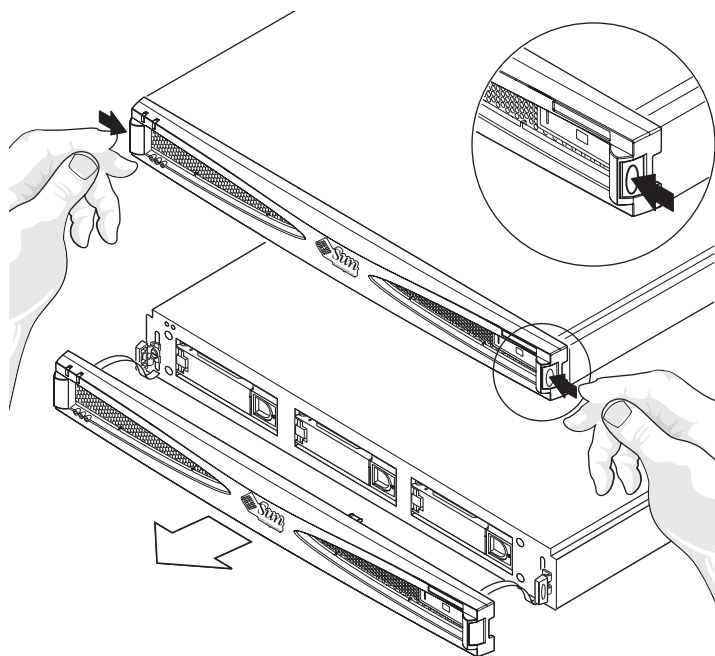

BILD 4-1 Ta bort frontinfattningen
- **Ta loss frontinfattningen genom att trycka på hakarna på båda sidorna och dra bort infattningen från lådan (se BILD 4-1).**
3. Ta loss frontinfattningen genom att trycka på hakarna på båda sidorna och dra bort infattningen från lådan (BILD 4-1).